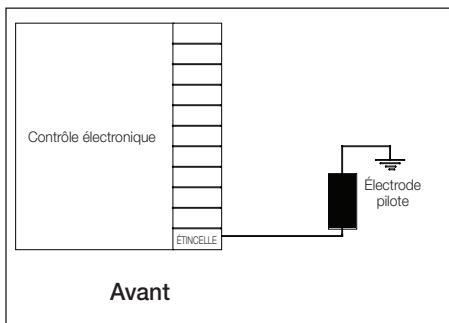

Figure 11
- Retirer le fil de la borne « SPARK » (Étincelle) du contrôle électronique qui va de l'électrode pilote au contrôle électronique, comme illustré à la **Figure 11**.